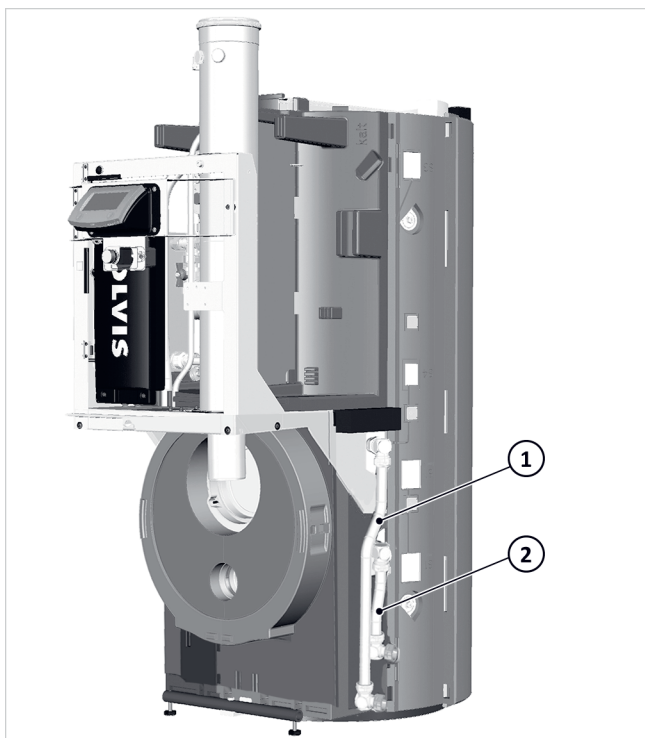

Abb. 35: H-VL (1) / H-RL-Anschluss (2) für externe HKS
- Die beiden Winkel am Heizungsvorlauf- und Rücklaufanschluss demontieren (siehe → Abb. 35, S. 19).